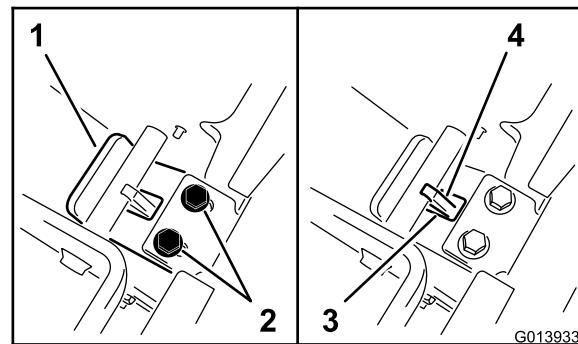

Bild 10
5. Während Sie den Druck auf der Rückplatte beibehalten, lassen Sie die Anhängerkupplung auf sich zu gleiten, bis die Lippe der Anhängerkupplungsplatte die Querstrebe berührt (Bild 10).